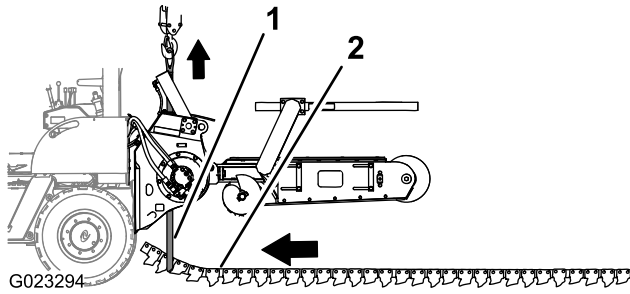

Figure 44
de déplacement de la machine (vers l'avant) pour positionner celle-ci au-dessus de la chaîne d'excavation (Figure 44).
8. À l'extrémité avant de la chaîne, passez une sangle de levage de 3,65 m (12 pi) et d'une capacité de levage de 181,4 kg (400 lb) autour de la chaîne, au niveau de la dent sur le troisième ou le quatrième maillon (Figure 44).
9. Démarrez la machine et amenez-la avec la trancheuse au-dessus de la chaîne d'excavation, et placez la sangle de levage devant le pignon d'entraînement de la trancheuse (Figure 44).